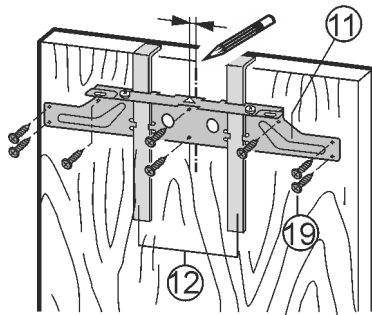

Fig. 19
- ▶ Alinee el travesaño de fijación Fig. 19 (11) centrado en la puerta.
- ▶ Burlete a la izquierda: Desplace el travesaño de fijación Fig. 19 (11) 1/4 (6 mm) hacia la izquierda.
- ▶ Burlete a la derecha: Desplace el travesaño de fijación Fig. 19 (11) 1/4 (6 mm) hacia la derecha.